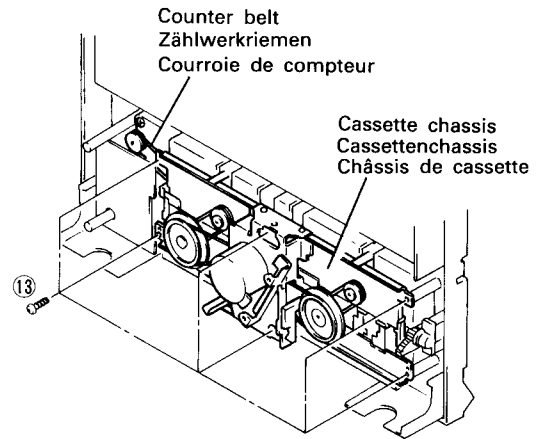

Fig. 7 Abb. 7
7. Cassette Chassis (Fig. 7)
7. Cassettenchassis (Abb. 7)
7. Châssis de cassette (Fig. 7)